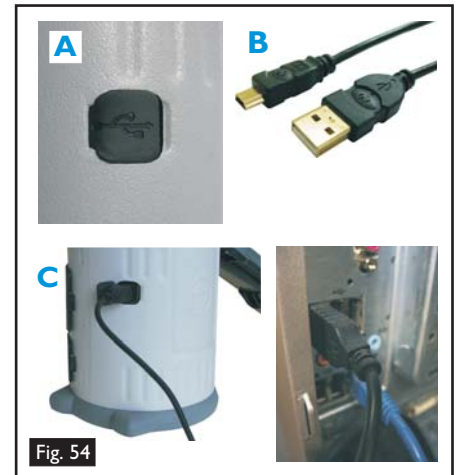

Fig. 54
- Toutes les têtes des Testifire ont un port USB Mini B intégré sur le côté du boîtier (Fig. 54 A). À l'aide du câble USB fourni, plat A-Standard à B-Mini 5 broches (B), Testifire peut être connecté à un ordinateur pour télécharger des mises à jour de logiciel (C).